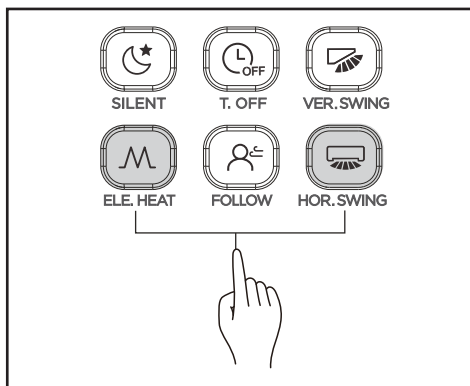

Figura 3.19
1. Pressione  e  ao mesmo tempo para bloquear o botão (consulte a Figura 3.19) e o mostrador exibirá o ícone de bloqueio ;